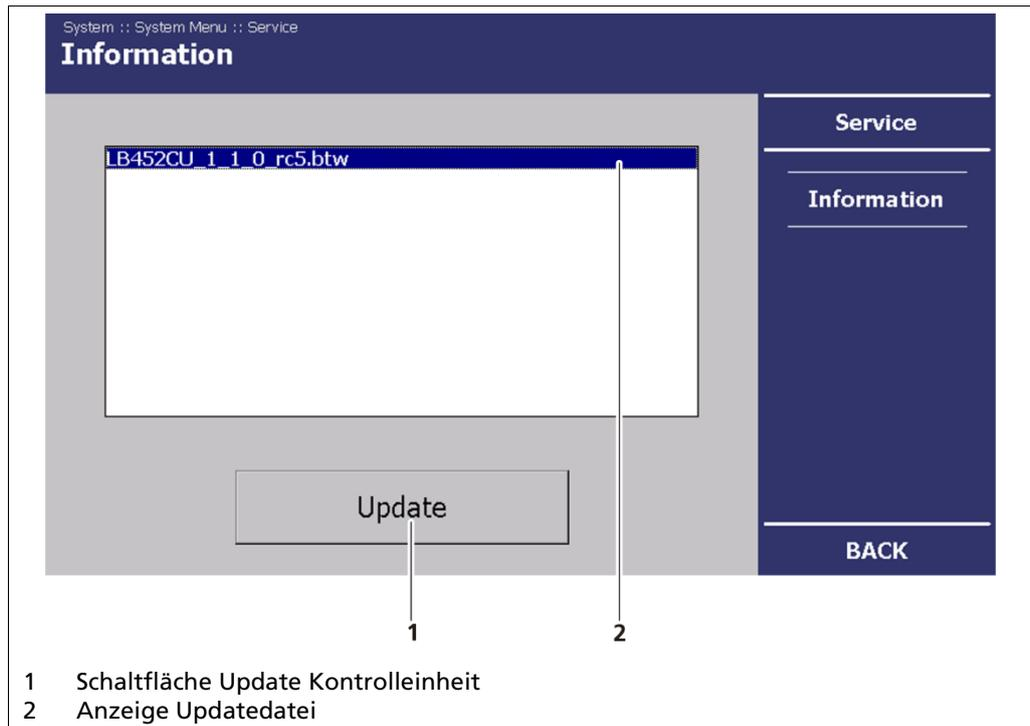

Abb. 43 Systemmenü, Service – Information (Update Kontrolleinheit)
4. Wählen Sie die passende Updatedatei aus (Abb. 43, Pos. 2).
5. Klicken Sie auf **<Update>** (Abb. 43, Pos. 1).